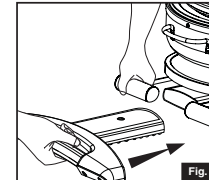

Fig. 5
- Joignez la poignée de traction au piètement. (Fig. 5)